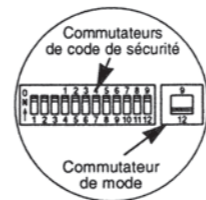

Fig. 2
- Placer le commutateur de mode sur 9 ou 12, en fonction du nombre de commutateurs de code de sécurité de votre télécommande à bouton unique ou du récepteur de l'ouvre-porte (Fig. 2).**